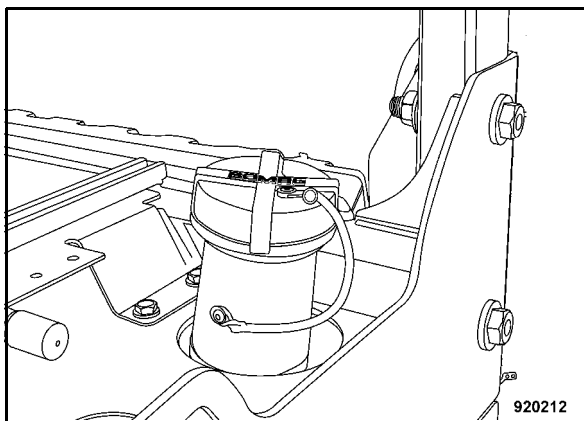

Fig. 152
- Retirar la tapa del depósito de agua (Fig. 152).